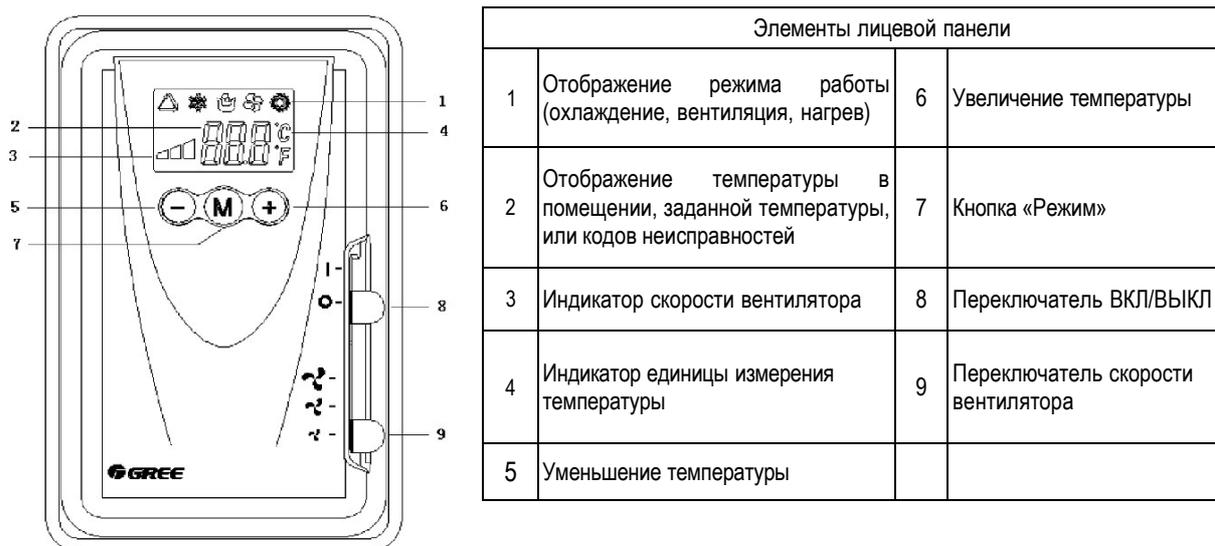

Рис. 3 Внешний вид термостата
1). Внешний вид и устройство лицевой панели -см. Рис. 3